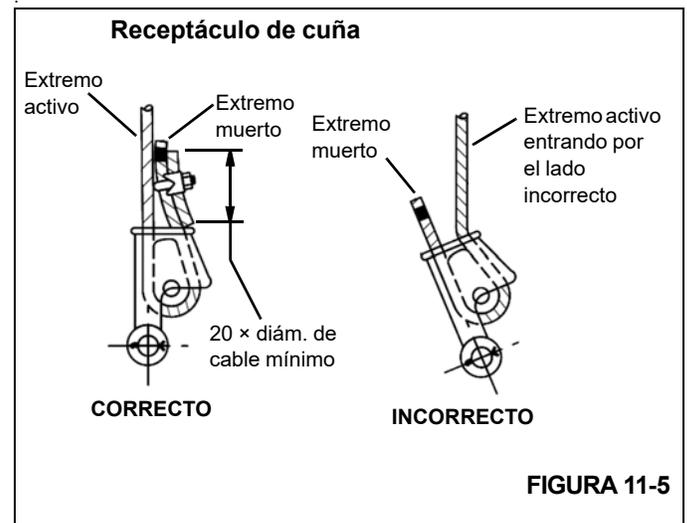

FIGURA 11-5
3. Verifique que el extremo activo (Figura 11-5) del cable quede directamente en línea con las orejetas del receptáculo y con la dirección de la tracción que se aplicará al cable. Si el cable se instala de modo incorrecto en el receptáculo, se producirá un doblez en el punto que el cable sale del receptáculo, y el borde del receptáculo desgastará el cable, causándole daños y la falla eventual del mismo.
receptáculo, permitiendo que el extremo muerto (Figura 11-5) sobresalga del receptáculo. Verifique que el extremo muerto del cable tenga un largo suficiente para aplicarle un dispositivo de terminación al extremo después de haber asentado la cuña.